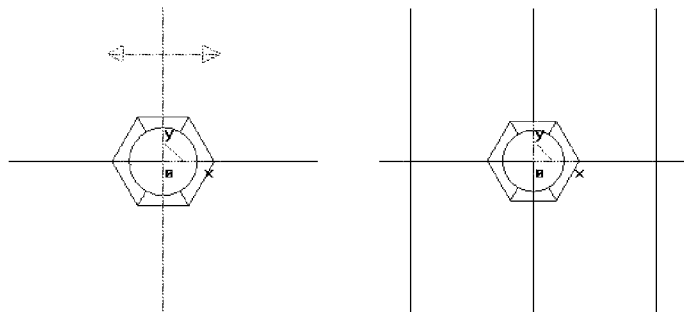

图 2-1-15 相距 80 的轮廓线
② 在“等距线”立即菜单的【距离】中输入“40”, 系统提示“拾取曲线”, 拾取垂直基准线, 系统再提示“选择等距方向”, 分别在垂直线的左侧和右侧单击, 则绘制出相距 80 的两条轮廓线, 如图 2-1-15 所示。